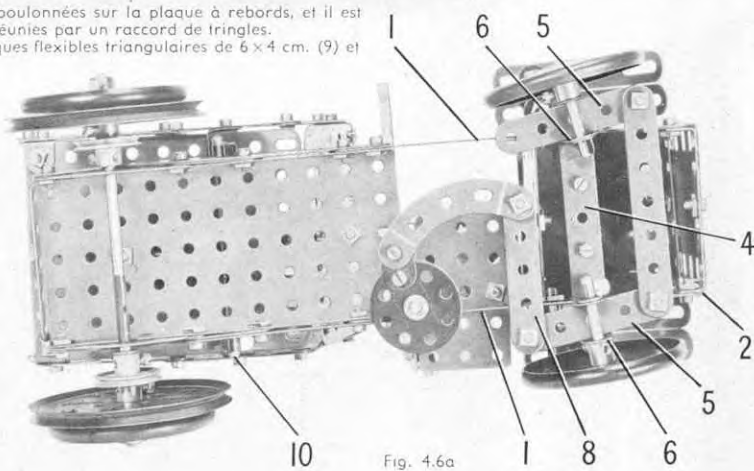

Fig. 4.6a
Le châssis est une plaque à rebords de 14 x 6 cm., prolongée par des bandes de 11 trous (1). Ces bandes dépassent la plaque à rebords de deux trous, et elles sont réunies par une bande coudée de 60 x 12 mm. (2) (Fig. 4.6a). L'avant du poste de conduite est une moitié de plaque à rebords fixée à une extrémité de la plaque à rebords par un support plat.
Une bande de 7 trous (4) (Fig. 4.6a) est boulonnée sur une bande coudée de 60 x 12 mm. fixée sur les bandes (1). Les bandes de 5 trous (5) passées dans les supports doubles (6) sont libres de pivoter sur des boulons de 9,5 mm., articulés sur la bande (4) par contre-écrou. Les bandes (5) sont réunies l'une à l'autre par une bande de 7 trous tenue par des boulons munis de contre-écrous. Deux roues d'auto sont bloquées sur des tringles de 4 cm. qui passent dans les supports doubles (6).